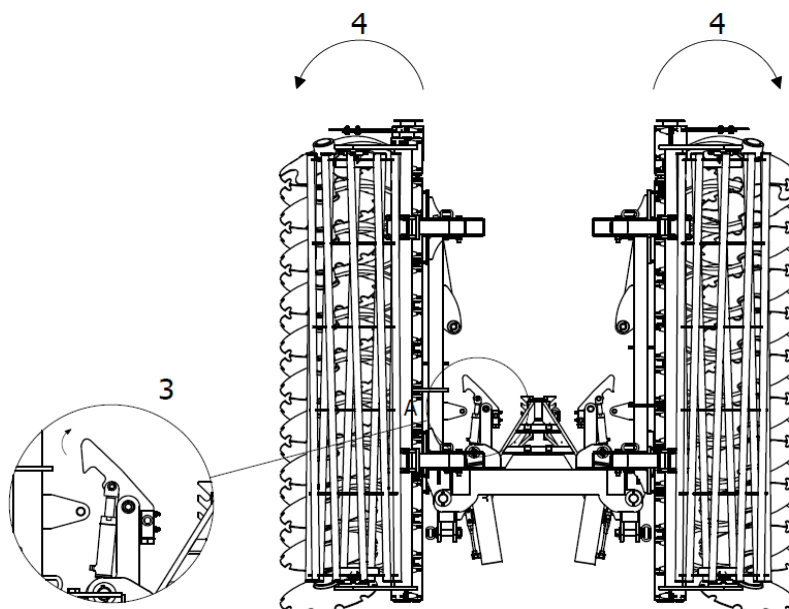

Fig. 9 Étapes du dépliage de la machine : 3 – crochet du verrouillage hydraulique décroché 4 – les bras se déplient (« s'ouvrent »).
3. Ensuite, s'assurer que le crochet du verrouillage hydraulique permettra le déverrouillage des bras latéraux et les déplier (« ouvrir ») entièrement (fig. 9).